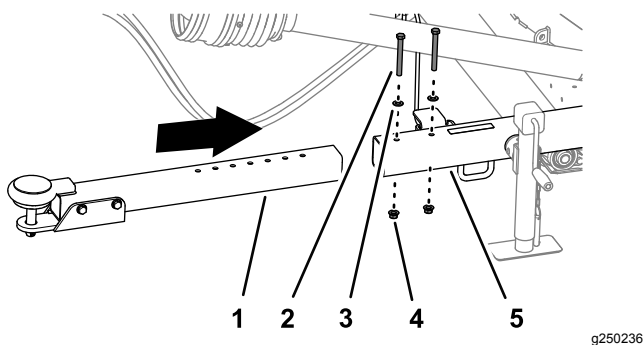

Figura 6
1. Retire las 2 contratuercas con arandela prensada, 2 tornillos de caperuza y 2 arandelas que fijan el tubo de enganche al tubo del receptor (Figura 6).